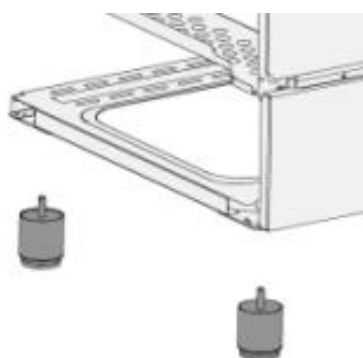

Рис. 1, Рис. 2
1. Монтажна планка ніжок знаходиться в нижній частині корпусу - Рис. 1,2.